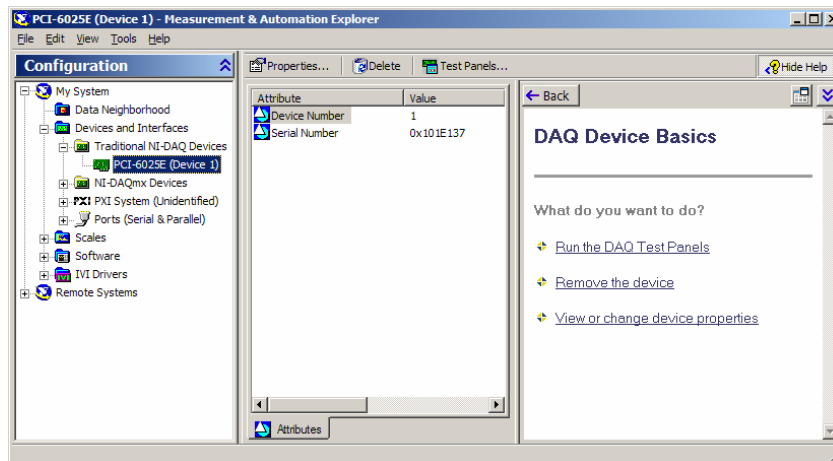

Abbildung 8. Measurement & Automation Explorer
2. Starten Sie das Programm Measurement & Automation Explorer (Start → Programm → National Instruments → Measurement & Automation) und prüfen Sie ob die Karte NI PCI-6025E richtig funktioniert (siehe Abbildung 8). Anmerkung: das Programm Measurement & Automation liegt in dem Ordner C:\Program Files\ National Instruments\MAX\NIMax.exe